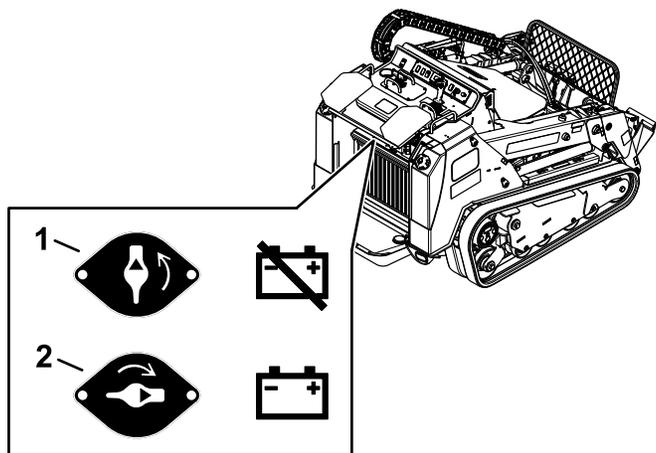

Figura 1
5. Gire el interruptor de desconexión de las baterías a la posición de APAGADO (Figura 1).